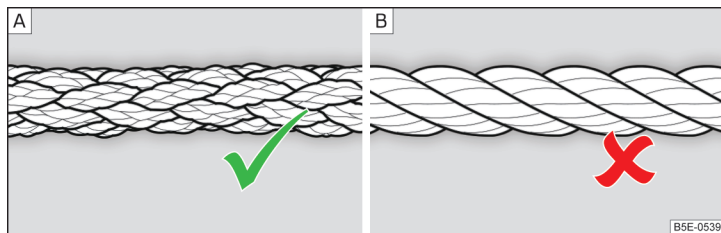

Fig. 179 Cable de remolque trenzado / cable de remolque en espiral
Para el remolque por medio de un cable de remolque, usar solamente un cable de fibra plástica tejida » fig. 179 - A » **!**
- Para remolcar no debe utilizarse ningún cable de remolque en espiral » fig. 179 - B, la argolla de remolque puede desenroscarse en el vehículo - ¡Existe peligro de accidente!